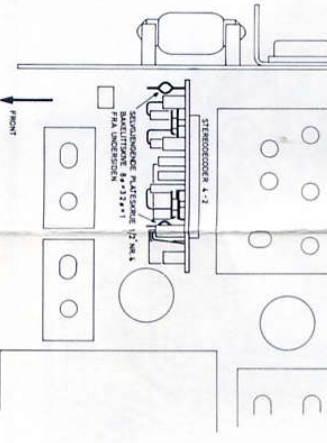

Fig. 4. Montering av stereodekoder 4-2 i Sølvsuper 10.
3. Trekk ut ekvivalenkortet og monter dekoderen som vist i fig. 4. Legg isolasjonsskivene mellom skruhodene og hovedplattens folieside og fest med to skruer fra TK-platens folieside.